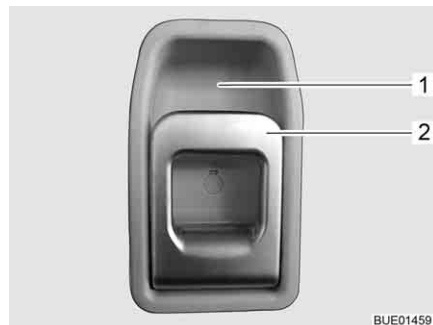

Fig. 44 Serrure de la porte cellule, à l'intérieur
- Tirer sur la poignée (Fig. 44,2). La serrure de la porte est déverrouillée.
- Appuyer sur la poignée (Fig. 44,2) en haut en direction de l'évidement (Fig. 44,1) dans lequel elle repose.